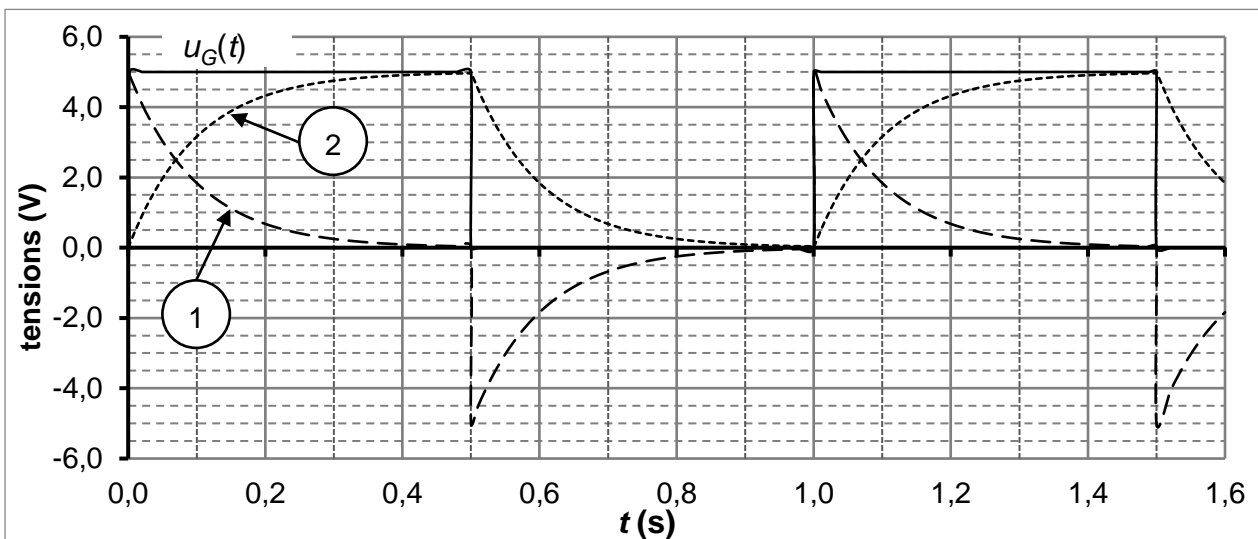

Figure 2. Représentation temporelle simulée des tensions  $u_G(t)$ ,  $u_C(t)$  et  $u_R(t)$
- 1.1. À l'aide de la figure 2, déterminer la valeur de  $E$  ainsi que celle de la fréquence  $f$  de la tension en créneau  $u_G(t)$ .
- 1.4. Associer les courbes 1 et 2 de la figure 2 aux tensions  $u_C(t)$  et  $u_R(t)$ . Justifier.